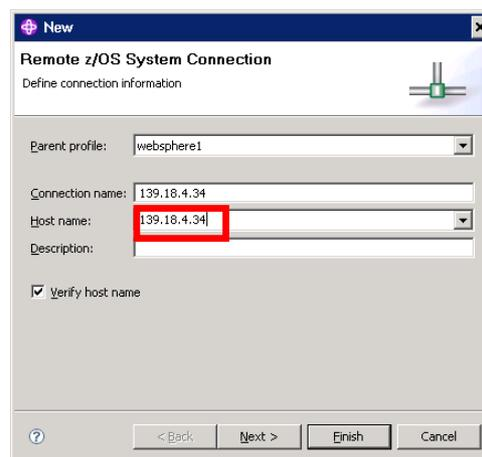

Abbildung 10
2. Es kann nun beliebig ein Profilname, Verbindungsname und eine Beschreibung gewählt werden. Allerdings sollte der Host Name mit dem Namen des z/OS Systems auf welchem die WDz Host Komponenten installiert sind übereinstimmen, bzw. auf diesen hinweisen. Als Profilname wird **wbsphere1** standardmäßig vorgeschlagen und mit **Next** übernommen. Als Host Name wird **139.18.4.34** eingetragen (Abbildung 10). Aus dieser Eingabe wird automatisch der Verbindungsname generiert. Hier: 139.18.4.34. Die restlichen Einstellungen werden auf ihren Vorgaben belassen. Nun wird mit einem Klick auf **Finish** der Wizard beendet.